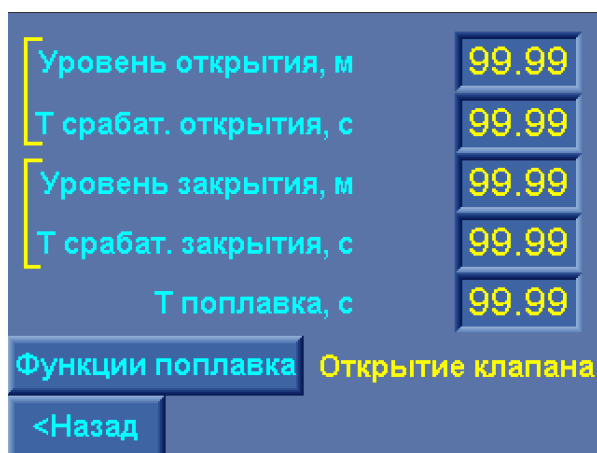

Рис. 9.2П. Меню Клапана подпитки
- Возврат в Главное меню – таймер перехода в Главное меню при нахождении в любом другом меню, кроме меню Управления насосами (рис. 9.2), меню Рампы (рис. 9.3), меню Тренды (рис. 8.5);
В меню Клапана подпитки (рис. 9.2П) для программирования доступны следующие параметры: